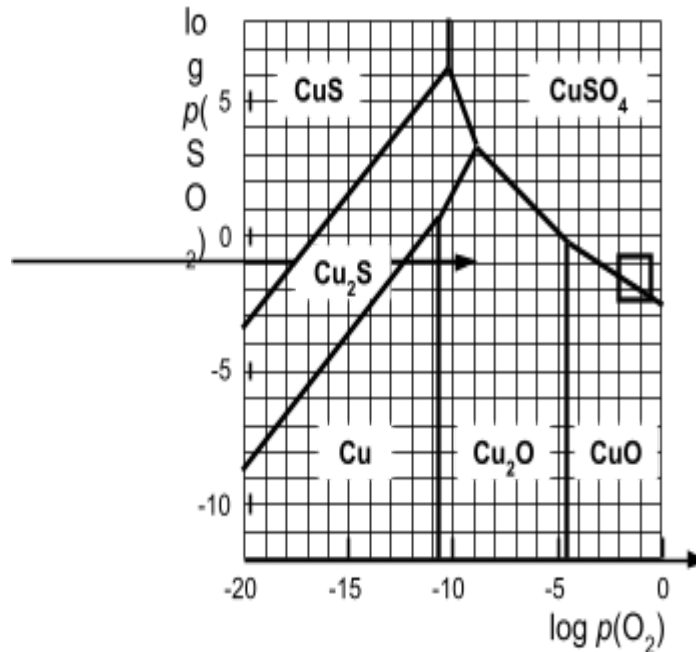

Figure c1
Ce diagramme doit être réalisé sur le document-réponse (2) fourni avec le sujet, et doit être rendu avec la copie. Pour faciliter sa construction, sont fournis (figures c1 et c2) les diagrammes similaires établis, également à 950 K, pour les systèmes Cu-O-S et Fe-O-S.
Sur le document-réponse (2), comme sur les figures c1 et c2, apparaît une zone hachurée qui correspond aux domaines de variation des pressions partielles de dioxygène et de dioxyde de soufre, telles qu'elles sont rencontrées dans les fours de grillage, soit plus précisément :